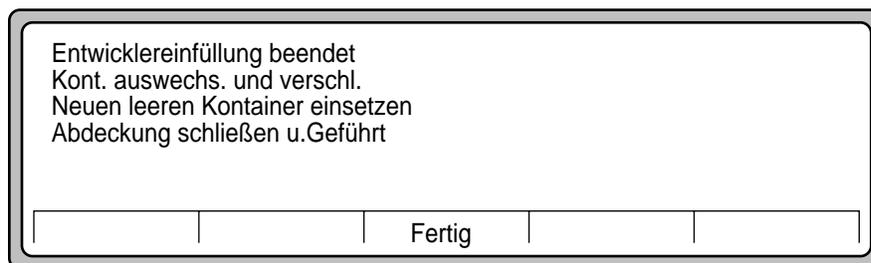

Abbildung 2-57 Entwickler eingefüllt
8. Drücken Sie auf dem Bedienfeld die Taste **Fertig**. Daraufhin erscheint die in Abbildung 2-57 dargestellte Anzeige; da Sie den Entwickler zum ersten Mal einfüllen, müssen Sie sich nicht um die alte Flasche kümmern.